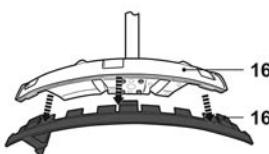

Fig. 5
- > În modul motocositoare pentru iarba și tufișuri, detașați piesa de margine [16a] de la apărătoarea [16], desfășând șurubul [16b] și apăsând pe cele trei clapete cu ajutorul sculei (Fig. 5).